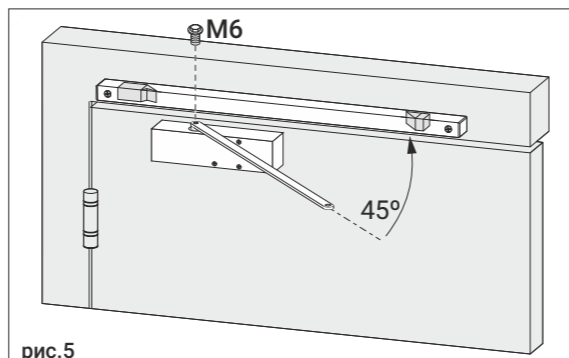

рис.5
3. Закрепите скользящую тягу на поворотную ось доводчика винтом М6 с шайбой под углом 45 град. в горизонтальной плоскости к дверному полотну, рис.5.